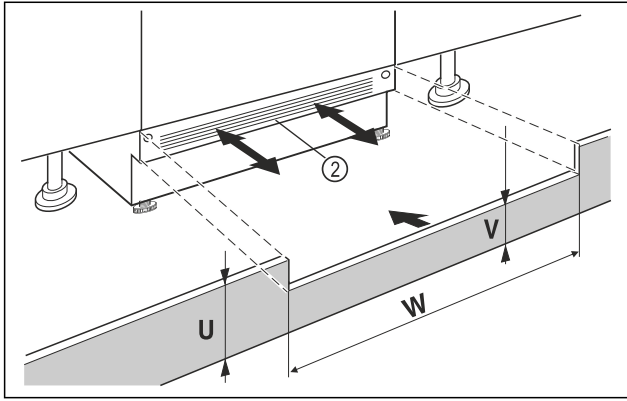

Fig. 98 Ілюстративне зображення
- ▶ Поставте на місце плінтус пристрою Fig. 98 (2), але поки що не закріплюйте його.
- ▶ Якщо плінтус видно Fig. 98 (2), потягніть його вперед так, щоб передній край вентиляційної решітки став урівень із плінтусом меблів.
- ▶ Якщо плінтус приховано Fig. 98 (2), посуньте його повністю назад.
- ▶ Слідкуйте за повністю вільним доступом повітря: За необхідності обріжте плінтус меблів по висоті Fig. 98 (U)!
- ▶ Під плінтусом пристрою Fig. 98 (W) по ширині ніші Fig. 98 (V) облаштуйте сходинку відповідних розмірів Fig. 98 (2).